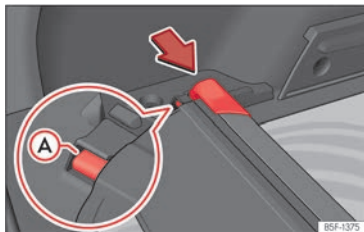

Abb. 195 Im Gepäckraum: Aufnahme zum Verstauen der aufrollbaren Abdeckung.
- Drücken Sie den Kopfteil der aufrollbaren Abdeckung in Pfeilrichtung, bis diese in der vorgesehenen Aufnahme einrastet >>> **(Abb. 195)**. Stellen Sie sicher, dass das Gleitstück **(A)** in der entsprechenden Aufnahme einrastet.